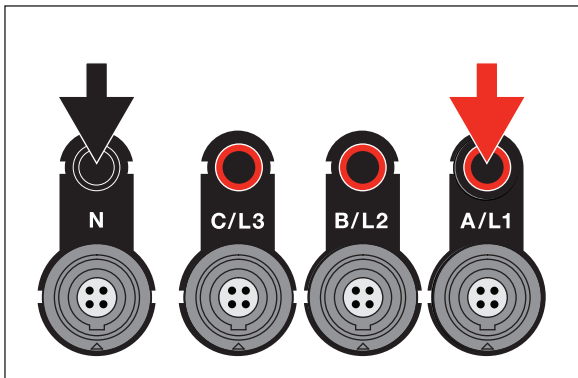

Figura 6. Alimentazione con tensione su neutro
3. Utilizzare i puntali corti (vedere Figura 16) per collegare gli ingressi di alimentazione con gli ingressi della misura di tensione. Misurazioni con tensione su neutro (vedere la Figura 6):